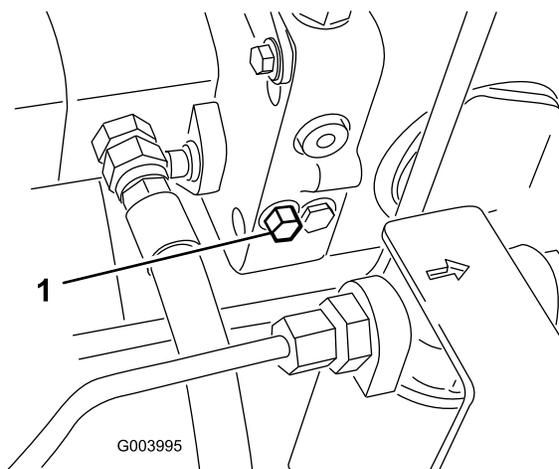

Figura 69
1. Rode o parafuso da válvula de derivação 1-1/2 voltas para abrir para permitir a passagem do óleo internamente (Figura 69).